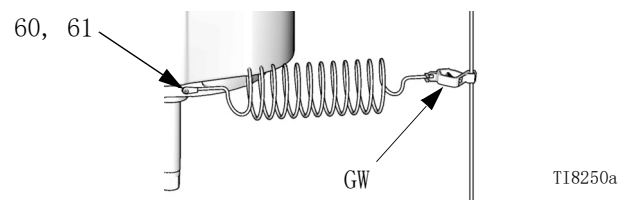

图 2：接地导线
请参见图 2。用接地螺丝 (60) 和锁紧垫圈 (61) 将零配件号为 244524 的接地导线 (GW) 固定在气动发动机的背面。牢牢地拧紧螺丝。将接地导线的另一端连接到真正的大地接地点上。